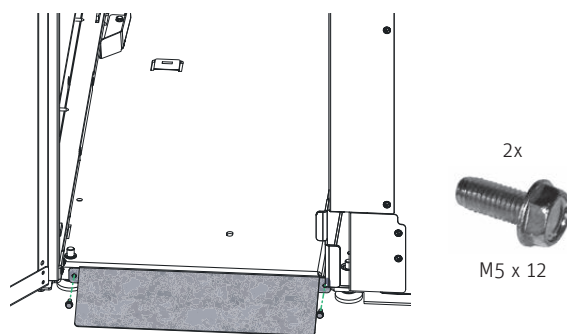

Fig. 122 Montare la rampina di accesso con 2 viti TT (M5 x 12)
- ▶ Fissare la rampa di accesso per contenitore cenere con 2 viti TT (M5 x 12) – Fig. 122.